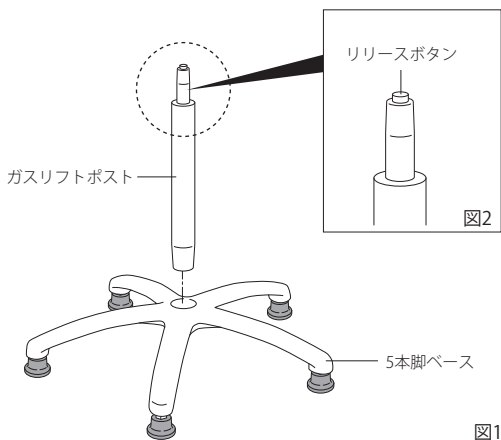

図1
1. 5本脚ベースを安定した平らな床に置いてください。ガスリフトポストを図のように差し込み、5本脚ベースの奥まで押し込んでください。(図1)